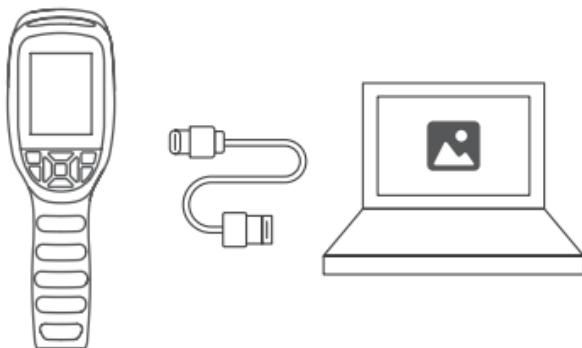

図 4.1.1
2. 提供した USB ケーブルで TC004 SE をコンピュータに接続します（図 4.1.1 を参照）。